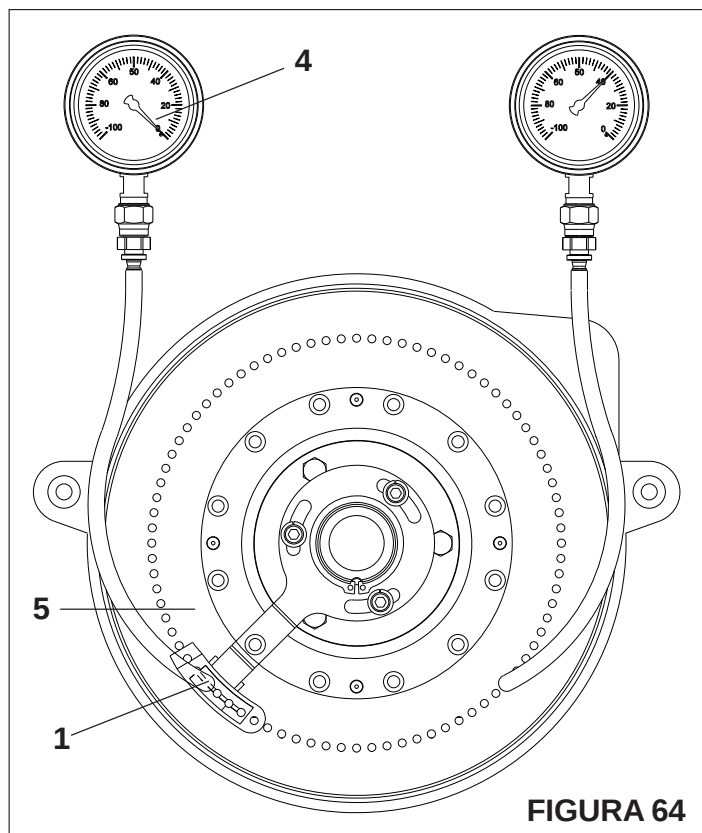
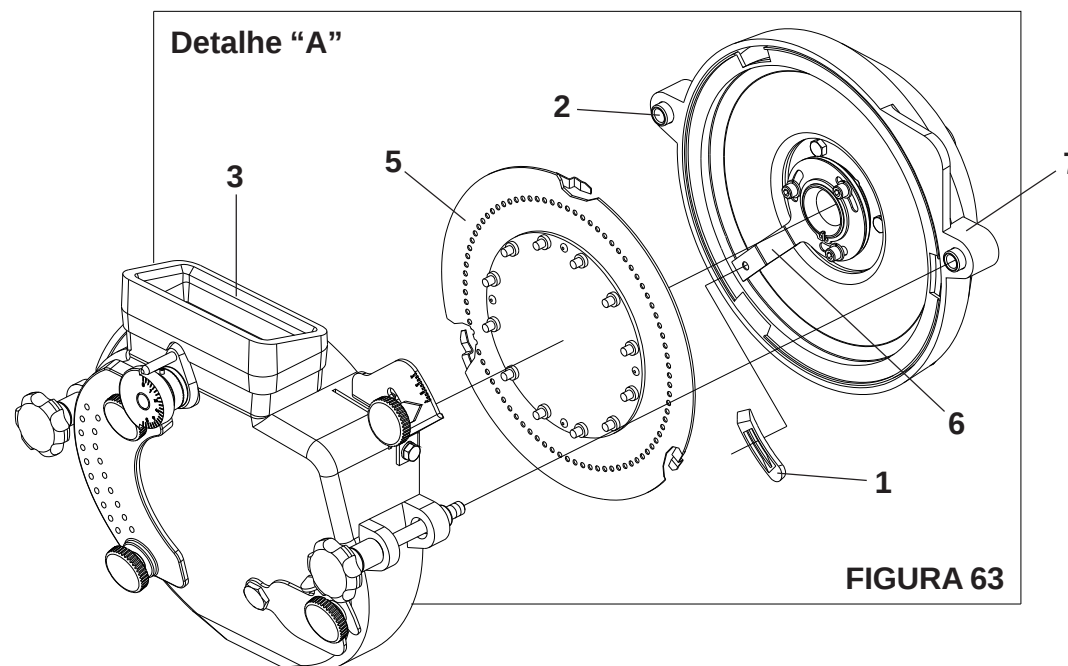

FIGURA 64
FIGURA 63
- 04 - Verifique o funcionamento correto do interruptor de vácuo (1) a cada 20 horas de trabalho, (FIGURA 63) da seguinte maneira:
- 05 - Retire a tampa do dosador (2) do visor do distribuidor (3) (FIGURA 63).
- 07 - Pegue o vacuômetro (4) e coloque a extremidade da mangueira do mesmo em um furo do disco de semente perfurado de inox (5). Conforme (FIGURA 64)
- 09 - Após a verificação do nível de vácuo no furo do disco, coloque a extremidade da mangueira do vacuômetro (4) no furo sobre o interruptor de vácuo que deve ser nula, isto é, o nível de vácuo deve cair a zero. Caso contrário, deve se trocar o interruptor de vácuo (1). Conforme (FIGURA 64)
- 10 - Para proceder a troca do interruptor de vácuo (1), desencaixe o disco de semente perfurado de inox (5), retirando - o do suporte (6) e troque o mesmo.
- 11 - O suporte do interruptor de vácuo (6) está fixado no rotor do dosador (7). Esta regulagem é feita na própria fábrica e não deve ser modificada. Conforme detalhe “A” (FIGURA 63)